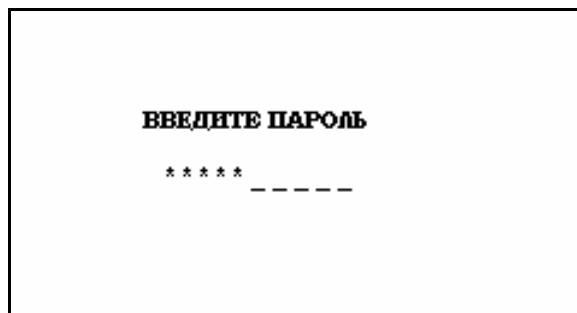

Рисунок 4.1.2 Меню ввода пароля
4.1.2 При включении питания выполняется самотестирование Прибора, после чего на дисплее появляется заставка (рисунок 4.1.1), и, после нажатия клавиши "ENT", запрос пароля (рисунок 4.1.2).